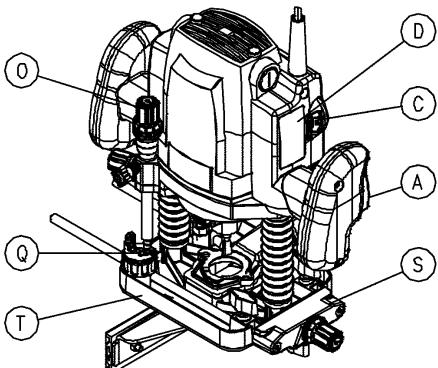
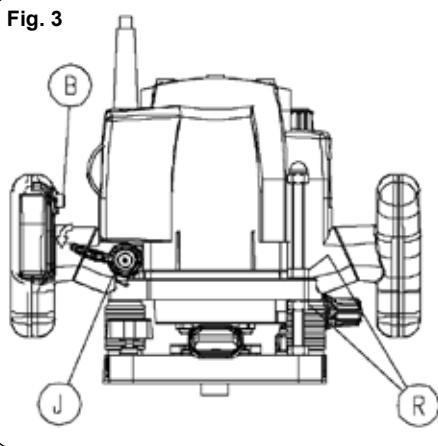

Fig. 1
Fig. 3
Urządzenie posiada włącznik A (Rys. 1) na uchwycie, umożliwiający uruchomienie i wyłączenie frezarki bez puszczenia uchwytu.
Aby zapobiec przypadkowemu uruchomieniu urządzenia, włącznik może być obsługiwany jedynie gdy zwolniony jest boczny przycisk bezpieczeństwa B (Rys. 3). Gdy już ustawiemy włącznik w pozycji ON, nie ma potrzeby dłużej trzymać przycisku bezpieczeństwa.
Model FRE160P posiada elektroniczną regulację prędkości C (Rys. 1) do ustawiania prędkości pracy silnika, w zależności od wielkości frezowania i twardeści obrabianego materiału. Zapewnia to lepsze wykończenie i podnosi wydajność urządzenia. Aby zwiększyć lub zredukować prędkość urządzenia, obracaj pokrętło w prawo lub w lewo, w zależności od zadania jakie masz do wykonania. Na skali podanych jest sześć numerów, aby pomóc ustawić wymaganą prędkość.
Podstawa może być blokowana w dowolnej pozycji poprzez obrócenie dźwigni J (Rys. 3),
Po zakończeniu jakiegokolwiek pracy przesuń włącznik w pozycję OFF i zwolnij podstawę za pomocą gałki J (Rys. 3) zanim pozostawisz frezarkę (tylko na płaskiej powierzchni).
Obniż urządzenie do momentu, w którym frez będzie na tym samym poziomie co powierzchnia, na której spoczywa frezarka. Użyj pokrętła blokującego J (Rys. 3), aby przytrzymać urządzenie w tej pozycji. Poluzuj pokrętło N (Rys. 4), następnie wcisnij i obracaj pokrętło ustawiania
Aby wykonać kilka powtarzalnych prac, przy których wymagana jest ta sama głębokość frezowania, przydatna może się okazać funkcja zapobiegania zwolnieniu głowicy przez przypadkowe poruszenie gałki blokującej J (Rys. 3). Można to osiągnąć przez założenie dwóch nakrętek M8 R (Rys. 3) na trzpień z gwintem, jedną powyżej a jedną poniżej obudowy głowicy urządzenia. To zablokuje głowicę na dowolnej wysokości przy frezowaniu.
- Jak tylko zakończymy zadanie, należy ściągnąć nakrętki R (Rys. 3) aby odblokować ustawienie głębokości frezowania i powrócić do normalnych warunków pracy przy blokadzie J (Rys. 1).